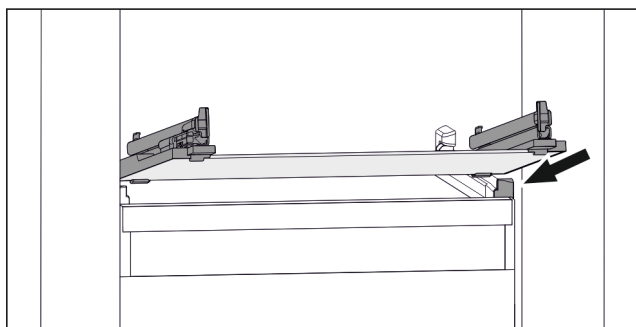

Fig. 154 Reprezentare exemplificativă a plăcii de sticlă
- ▶ Așezați placa de sticlă oblic în spatele opritoarelor. (vezi Fig. 154)